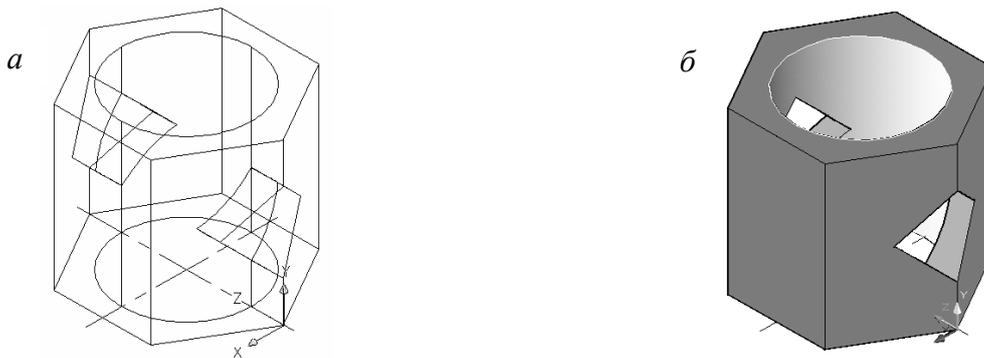

Рис. 6.8. Наочне зображення твердотілої моделі
10. Формують твердотілу геометричну модель заданого об'єкта, вилучаючи твердотілу квадратну призму і циліндр із твердотілої шестигранної призми (рис. 6.8, а), командою **Вычитание**  із плаваючої панелі інструментів **Редактирование тела**.
Показують курсором на квадратну призму та циліндр і натискають ліву клавішу миші, а потім клацають правою клавішею миші й одержують наочне зображення твердотілої моделі заданого геометричного тіла (рис. 6.8, а).
Для кращої візуалізації отриманого наочного зображення використовують кнопку  **Реалистичный** для розфарбування зображення (рис. 6.8, б), яку викликають із падаючого меню **Вид** → **Визуальные стили** → **Реалистичный**.
1. Перебуваючи в просторі моделі (натиснуто ярлик **Модель**), установлюють у ролі поточної користувацьку системи координат, на площину  $XU$  якої буде проєціюватися перша ортогональна проекція моделі. Для цього натискають піктограму  **ПСК** плаваючої панелі інструментів **ПСК**. Модель створюють або вибирають із раніше створених моделей, наприклад, “Призма” (рис. 6.8, а).